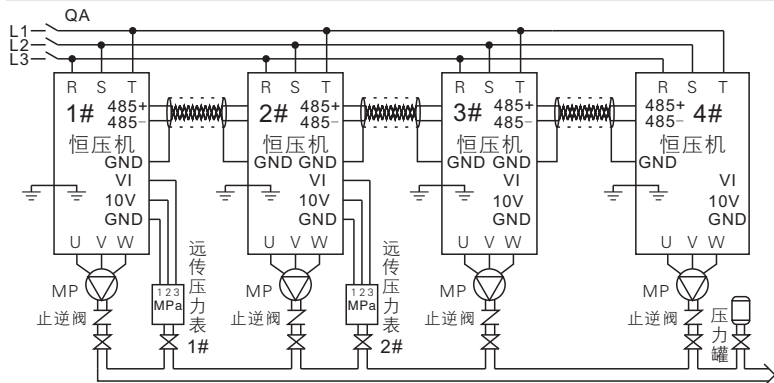
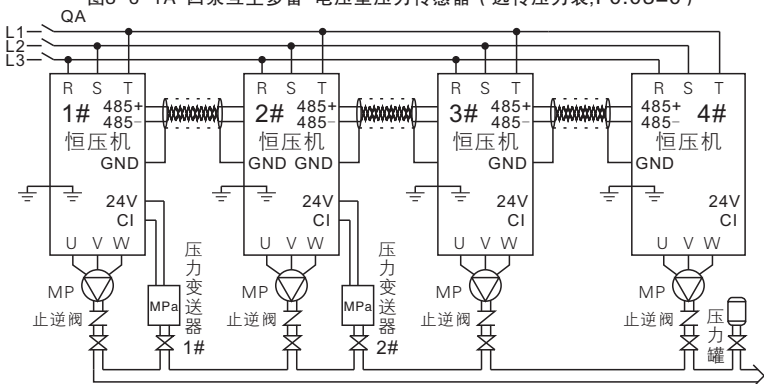

图3-6-1A 四泵互主多备-电压型压力传感器（远传压力表,F0.03=0）
图3-6-1B 四泵互主多备-电流型压力传感器（压力变送器,F0.03=1）
- ① 先接主回路输入端（三相：R、S、T，单相：R、T）输出端（U、V、W到异步电机）
- ② 再将压力传感器的信号线连接到智能恒压机，连接电压型远传压力表参照图3-6-1A，连接电流型压力变送器参照图3-6-1B。
- ③ 通信线连接，用双绞屏蔽线将四台智能恒压机端子485+、485-同名端子对应连接。
- ① 供电后，将F0.00设置0为手动模式，按运行键查看水泵叶轮旋转方向是否正确，若方向反转，断电后将电线任意两相对调即可。
- ② 首次启动，可使用手动模式给水泵、管道排气。
- ① 设置压力传感器最大量程F0.04（参见下表F0.04说明）。
- ② 在手动模式下启动查看恒压机上的反馈压力是否与实际压力一致，长按▲键或▼键增加或减少水泵转速观察反馈压力是否同时改变一致，若一致，说明压力传感器接线正确。（观察1#泵）
- ① 首次启动或遗忘参数时，恢复厂家参数（F0.28设置“1”确定）
- ② 按照3.6.3参数设置表逐项进行设置。F0.01~F0.04参数仅需在主机泵设置（双主机需要在1号、2号机分别设置参数）。